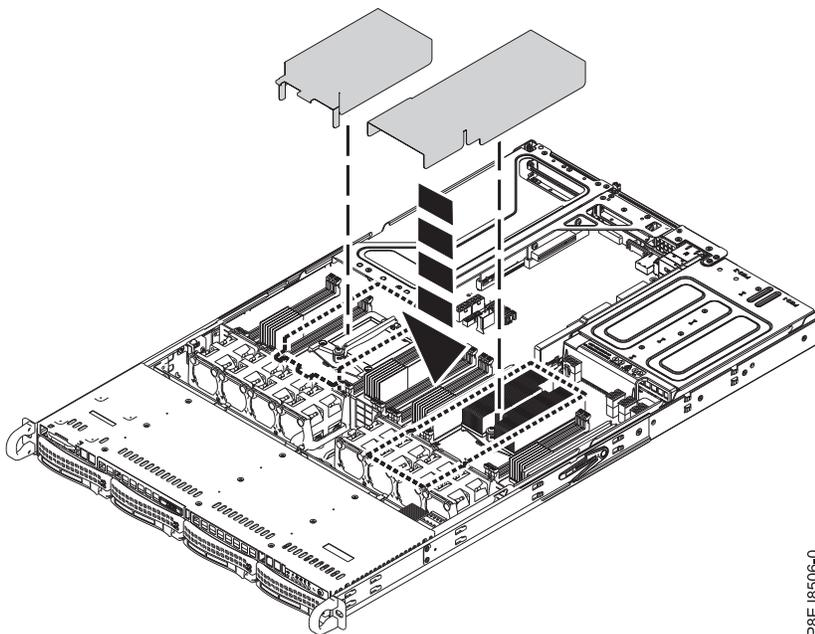

Figure 17. Installation du déflecteur d'air du processeur système
5. Installez le déflecteur d'air du processeur système, comme indiqué dans la figure 17. Insérez le bord du déflecteur du processeur système dans le support de ventilateur. Appuyez ensuite avec soin sur le déflecteur pour le mettre en place.